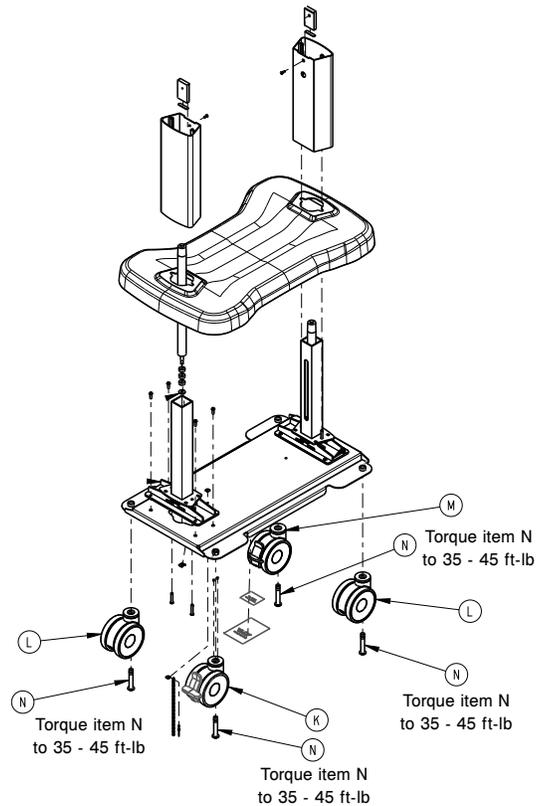

Figure 11 – Ensemble soudé de la base
3. À l'aide d'une clé à cliquet de 3/8 po et d'un tournevis hexagonal de 5/16 po, retirer la vis (N) et l'ensemble de roulette de l'ensemble soudé de la base (Figure 11). Jeter l'ensemble de roulette.